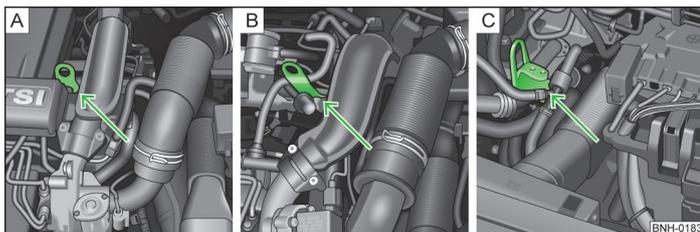

Fig. 156 Punto de masa del motor: Sistema START-STOP
- Motores 1,2 l/63 kW TSI y 1,2 l/77 kW TSI » fig. 156 - **A**
- Motor 1,4 l/90 kW » fig. 156 - **B**
- Motor 1,6 l/77 kW TDI CR » fig. 156 - **C**